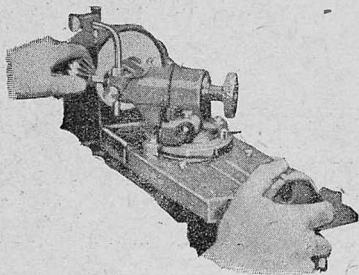

Рис. 2. Установка шарошки в патрон, монтированный на салазках станка
1. Надо надеть шарошку на конус стержня, который завернут в самоцентрирующий патрон, как указано на рис. 2, точно так же, как был бы установлен клапан при шлифовке его головки.